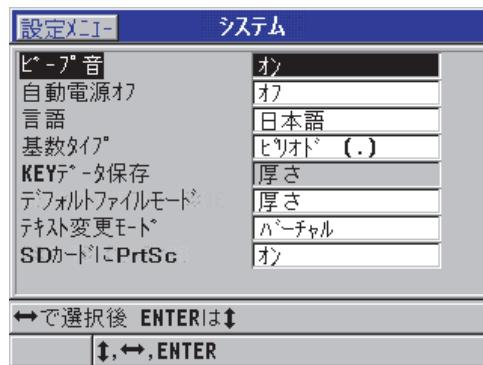

図 8-2 システム画面
- 測定画面で、【設定】を押してから、システムを選択します。システム画面が表示されます（148 ページの図 8-2 を参照）。